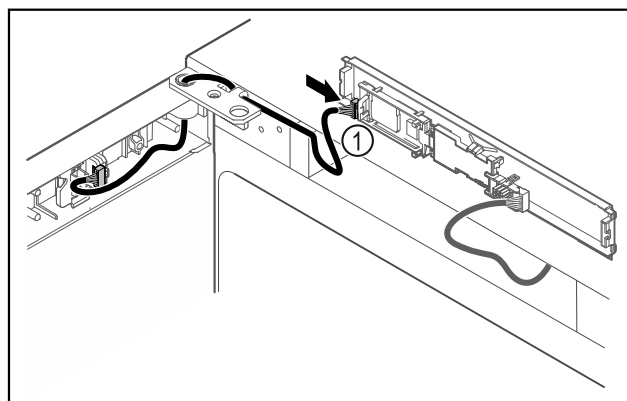

Fig. 42
- Aseta pistoke Fig. 42 (1) levyyn.